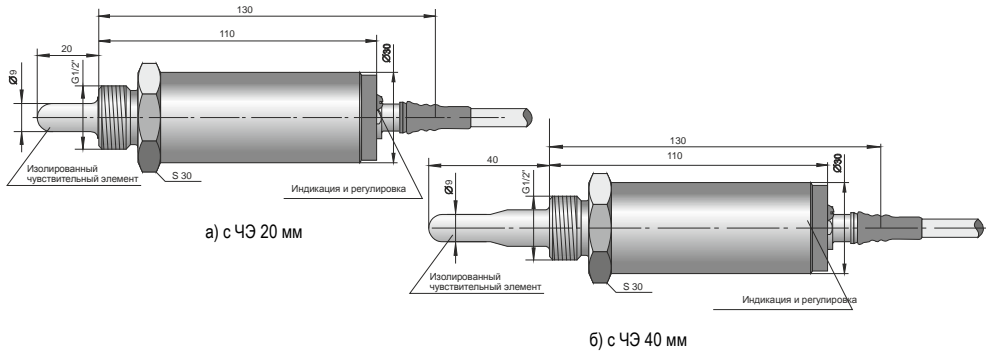

Рис. 1. Внешний вид датчиков
3.1 Датчик состоит из металлического корпуса, в котором размещена печатная плата с электронными компонентами. Внутренняя полость корпуса залита компаундом. На крышке корпуса расположена индикация, регулировка чувствительности и кабель подключения ПВС 5×0,35, который выведен через штуцер, предназначенный для крепления защиты кабеля. Выход кабеля из штуцера защищен от проникновения влаги термоусадочной трубкой. Внешний вид датчика и габаритные размеры приведены на Рис. 1.